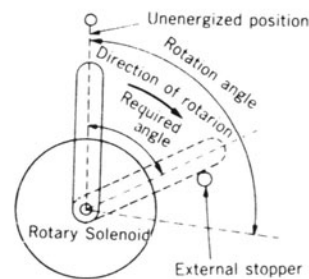

Fig. 2
A) Verwendung einer externen Sperre (Abb. 2)